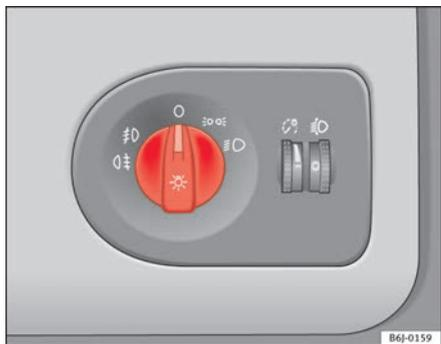

Fig. 52 Detalle del tablero de instrumentos: mando de las luces, faros antiniebla y luz trasera antiniebla
- Gire el mando de las luces ⇒ fig. 52 hasta la posición ☀️.